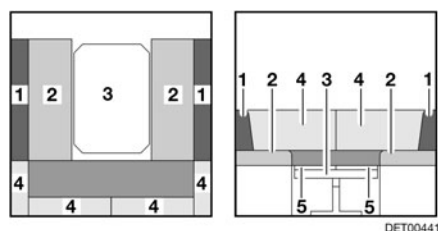

Fig. 108 Pendant la transformation
- Extraire les sommiers de lit (Fig. 108,5).
- Tirer les coussins d'assise (Fig. 108,2) vers le centre.
- Placer les coussins de dossier (Fig. 108,1) entre les coussins d'assise et la paroi extérieure.
- Enlever les coussins de dossiers (Fig. 108,4) et les placer de côté.